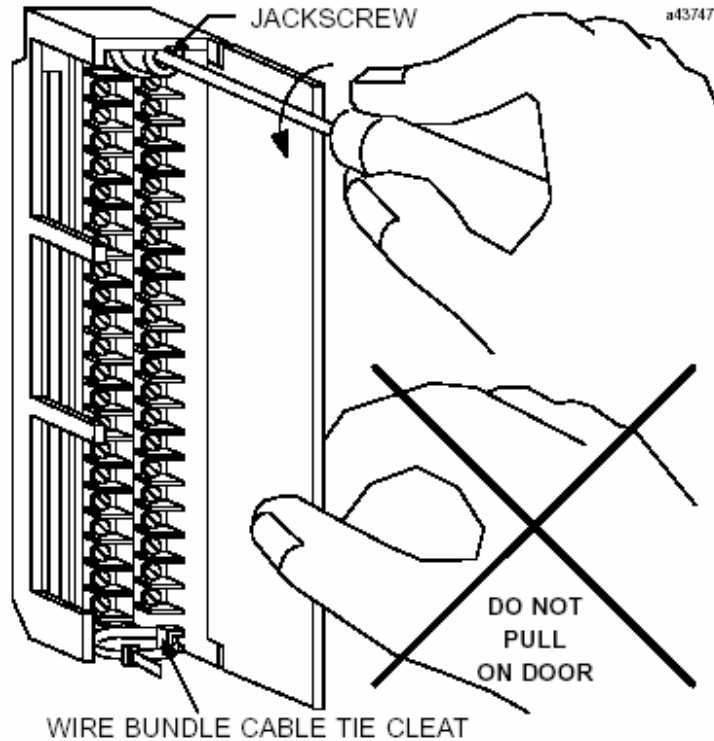

图 5. 移动 I/O 端子板
2. 想移走端子板, 抓住端子板顶部向外摇晃, 如图5所示。